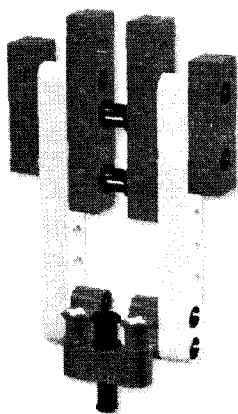

Рис. 28. Крепление для телефона
1. Используйте крепление для мобильного телефона к роботу (рис. 28). Закрепите телефон резинками.